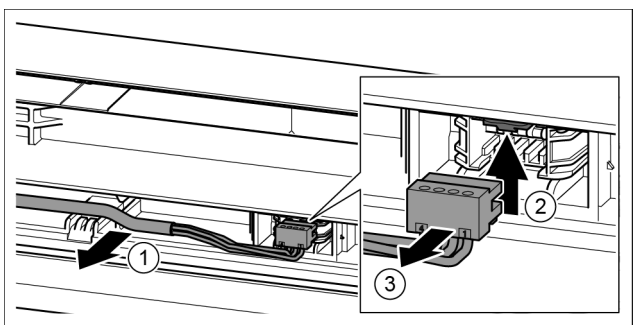

Fig. 19
- ▶ 将灰色电缆小心地从门内的导向装置上松开。 Fig. 19 (1)
- ▶ 向上按住接片。 Fig. 19 (2)
- ▶ 小心地拉出插头。 Fig. 19 (3)